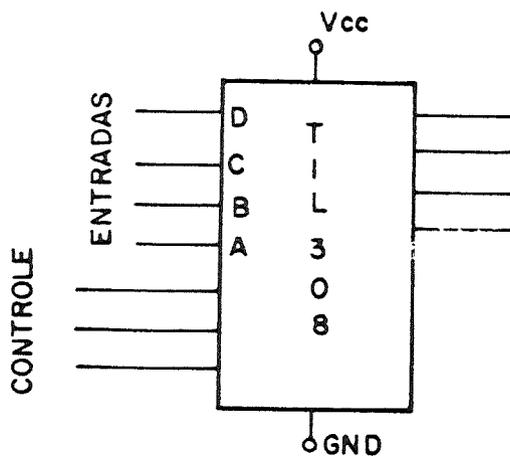

Figura 6.1
2.2.1. Montar o esquema da figura 6.1 com o número da pinagem, nomes dos CI's e dos sinais de controle.